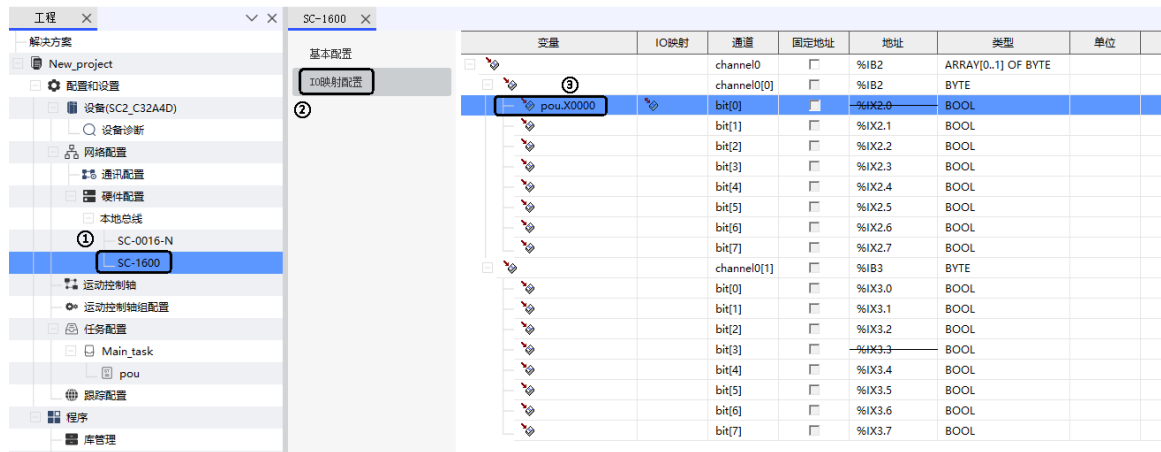

图 6.9 输入变量与输入口关联映射
- ③ 鼠标左键双击“SC-1600”，选择“I/O 映射配置”，SC-1600 输入模块端口关联映射，如图 6.9 所示。